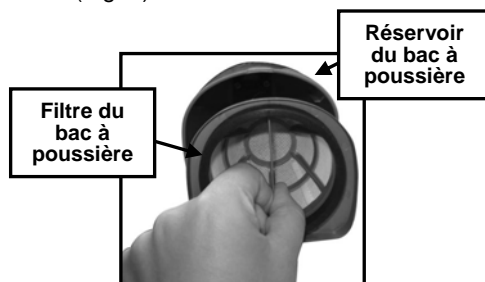

Fig. 9
2. Retirez le filtre du bac à poussière. (Fig. 9)